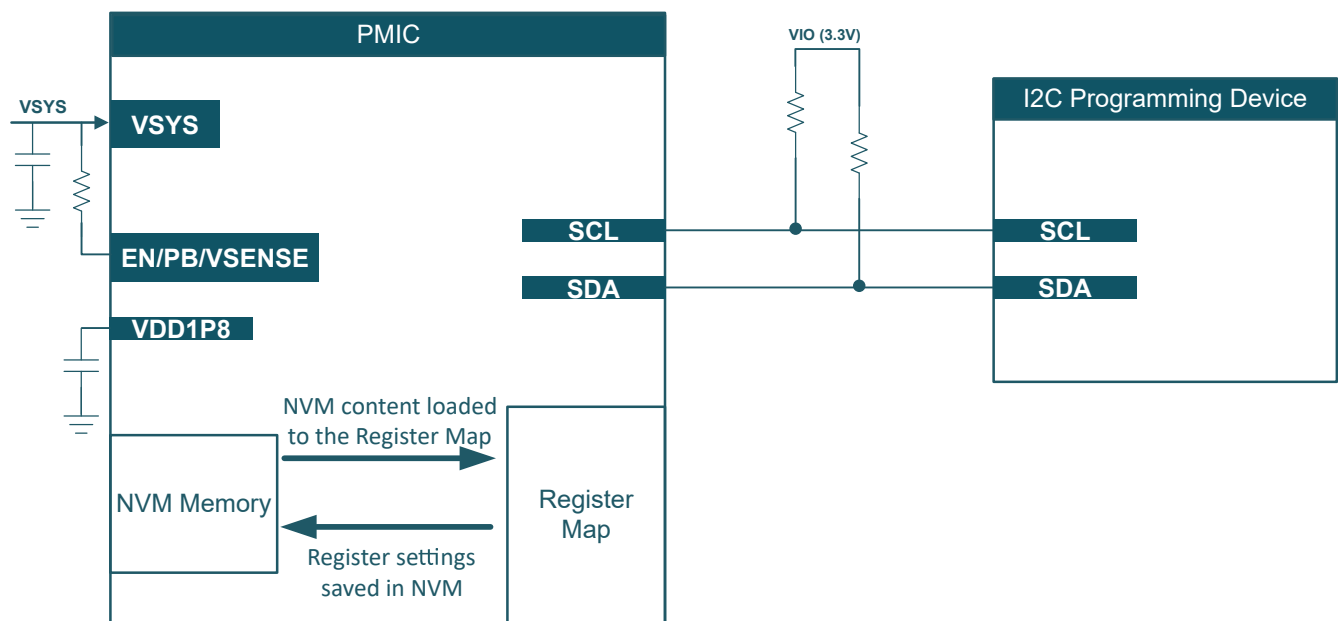

图 2-1. NVM 编程的硬件设置
PMIC 有两个存储器空间：寄存器映射空间和 NVM 空间。对 NVM 重新编程的方法是：首先通过串行接口 (I2C) 写入寄存器映射，然后将寄存器设置保存到 NVM 中。由于配置首先需要写入控制稳压器和数字引脚的寄存器映射，因此必须对 PMIC 资源没有依赖或使用需求。例如，在重新对 NVM 进行编程时，必须使用外部电源为 I2C 引脚的上拉电阻供电，而不是使用其中一个 PMIC 电源器件。表 2-1 和图 2-1 显示了在 PMIC 和编程器件之间进行硬件设置的最低硬件要求。
- c. **生产线**：在将器件焊接到最终 PCB 之前，还可以根据 图 2-1 在生产线中重新对 PMIC NVM 进行编程。